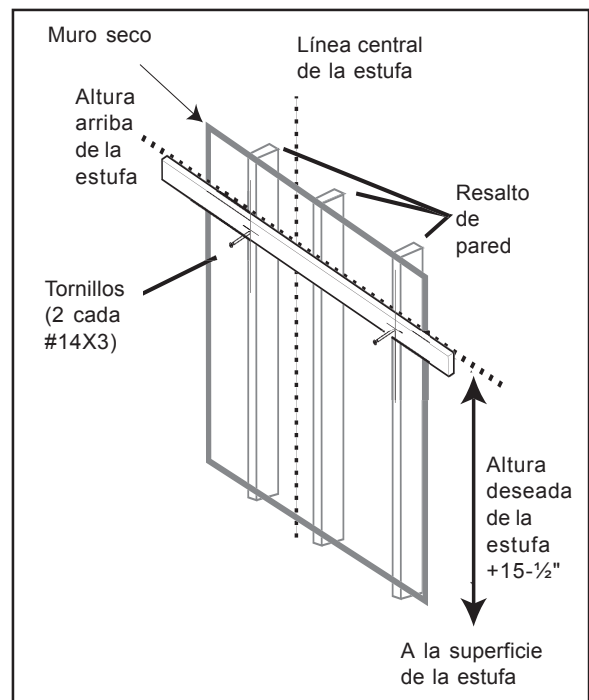

Figura 3
4. Localice un resalto en cada lado de la línea central de la estufa que se usa para montar el soporte de madera como se indica en la Figura 3.
7. Use cuatro 2 o 3 tornillos de campana (#14x3", vienen incluidos) para fijar el soporte a la pared como se indica en la Figura 3. Para soportar las campanas más largas, PH48ZS y PH54ZS, use seis tornillos de madera y tres resaltes, Avellana las cabezas para evitar la interferencia con la campana.